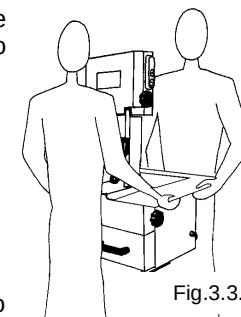

Fig.3.3.1
- Movimentare la macchina almeno in due persone prendendola dal piano di lavoro (Fig. 3.3.1) in quanto essa ha una massa di 55 kg.